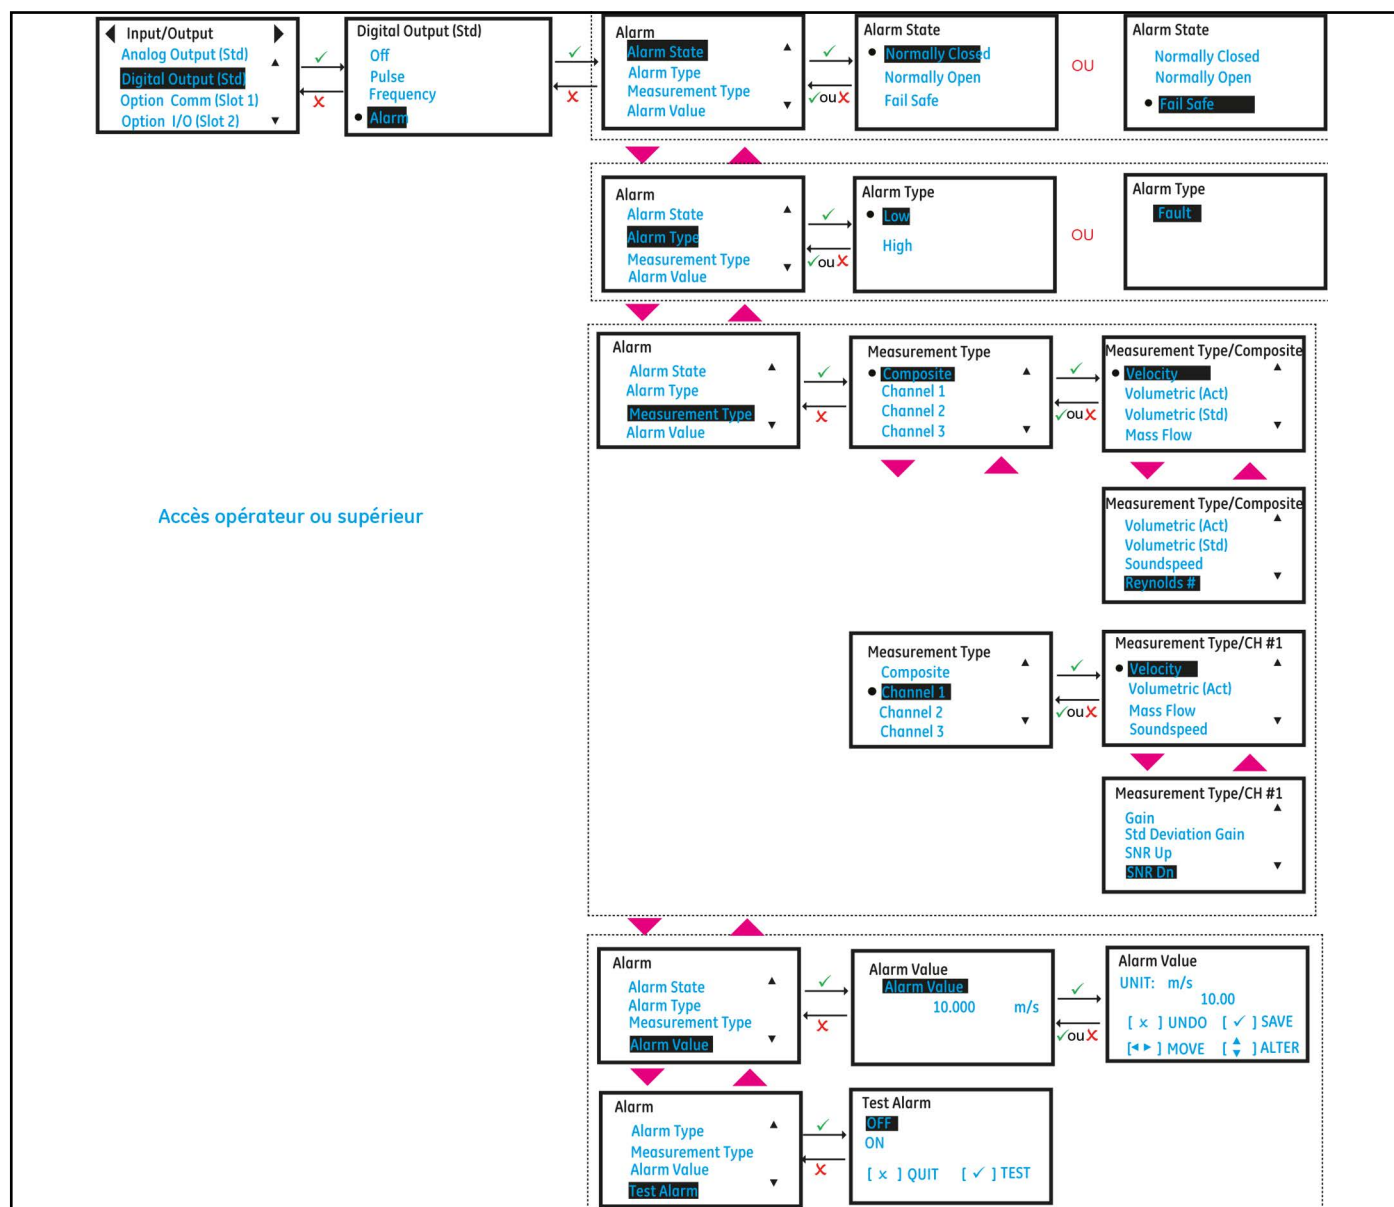

Figure 34 : Configuration de la sortie d'alarme
2. Sélectionnez les options *Alarm State* [État de l'alarme], *Alarm type* [Type d'alarme], *Measurement Type* [Type de mesure], *Measurement Type* [Test d'alarme] et *Alarm Value* [Valeur de l'alarme] en fonction de vos besoins. Vous trouverez *Figure 34* ci-dessous les options disponibles. Référez-vous également au *Tableau 14* ci-dessous pour comprendre chaque option.